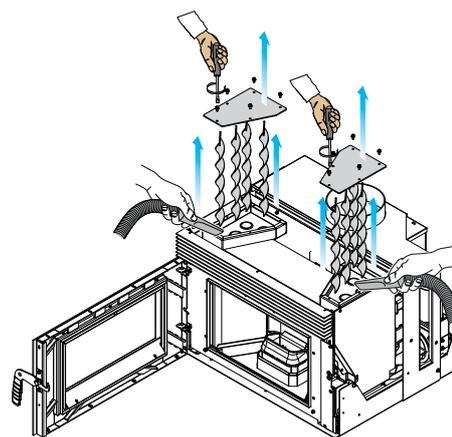

Abb. 7.16
- C) Die oberen Blindstopfen des Ofeneinsatzes entfernen und den Ascherückstand absaugen (Abb. 7.16),